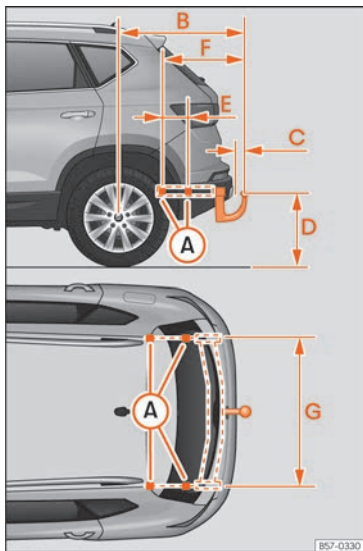

Fig. 299 Cotes et points de fixation pour l'installation d'un dispositif d'attelage en deuxième monte.
» fig. 299 (D) ne doit en aucun cas être inférieure à celle indiquée. Cette instruction vaut également pour le véhicule entièrement chargé, y compris la charge verticale maximale techniquement admissible sur la flèche de timon.
Cotes de distance » fig. 299: